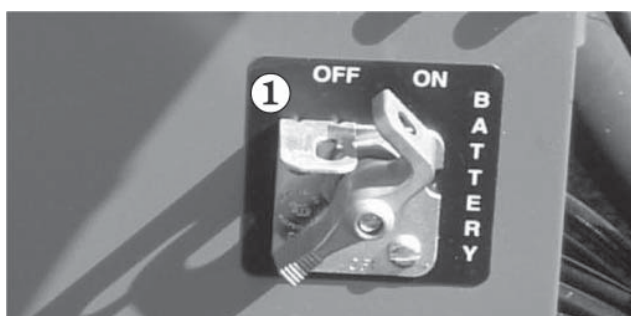

Abb. 8.7
1. Schalten Sie den **Batterieschalter** **1** ein (siehe Abb. 8.7).